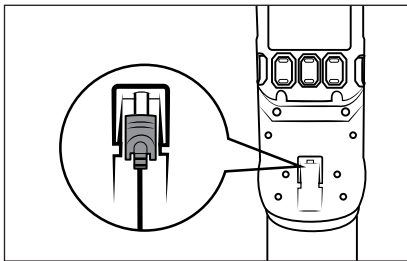

Abb. 8
- Der Staubsauger kann auch direkt über den Netzadapter **9** geladen werden. Entnehmen Sie dafür den Hohlstecker **10** durch eine leichte Drehung aus der Wandhalterung **17** und stecken Sie ihn in die Ladebuchse **2** am Gerät (siehe Abb. 8).